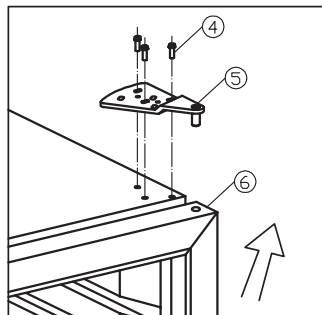
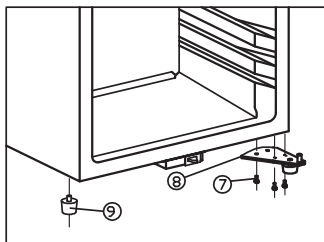

fig. 7.2
fig. 7.3
- En retenant fermement la porte, relâchez et enlevez la charnière du haut, soulevez et retirez la porte. Voir fig. 7.2
- Dévissez la charnière du bas (8)
- Retirer la longue patte du cabinet (9) du côté gauche et faites là passer du côté droit. Voir fig. 7.3
- Installez la porte sur l'axe de la charnière du bas (8) de la même façon dont elle a été enlevée, vissez la charnière du haut sur le côté droit.